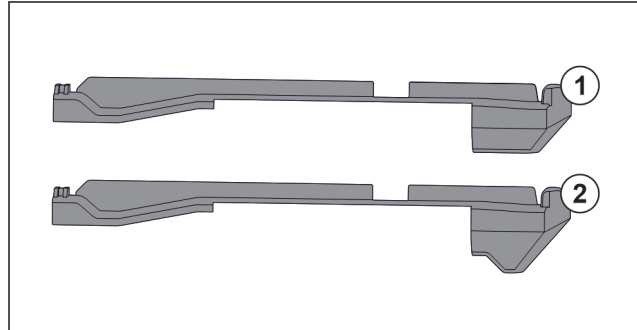

Fig. 84 Comparación de las piezas de acoplamiento
En el aparato hay dos piezas de acoplamiento distintas. La pieza de acoplamiento situada por encima del cajón inferior Fig. 84 (2) tiene un borde triangular. Todas las demás piezas de acoplamiento Fig. 84 (1) tienen un borde recto.
- Coloque la pieza de acoplamiento Fig. 84 (2) con borde triangular sobre el cajón inferior.
- Coloque las piezas de acoplamiento Fig. 84 (1) con borde recto en todas las demás posiciones.